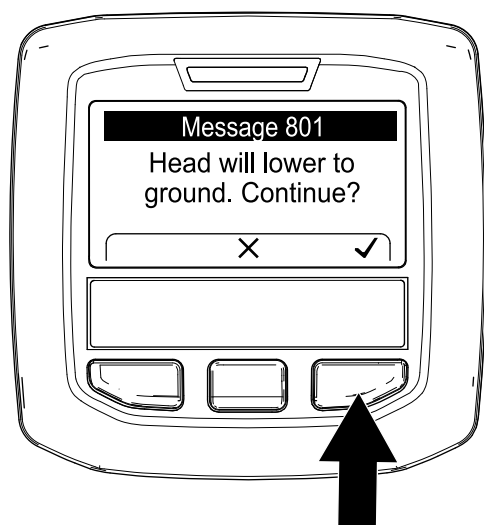

Figura 115
4. Alla schermata La testa si abbasserà (Figura 115), premete il tasto destro dell'InfoCenter.